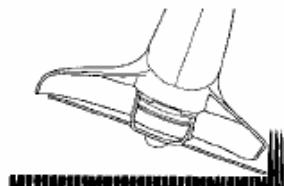

Fig. 16
2. DEBROUSSAILLAGE AU PLUS PRES (Fig.16)